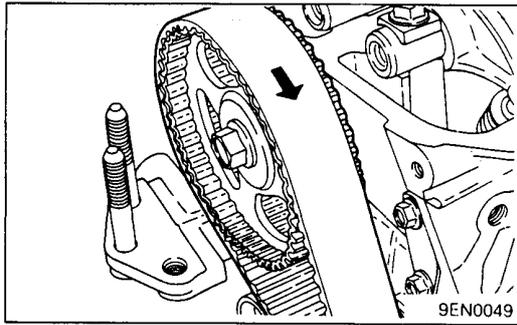

Рис. 11.3
- (1) Нанесите на тыльной стороне ремня метку, обозначающую направление его движения (рис. 11.3).